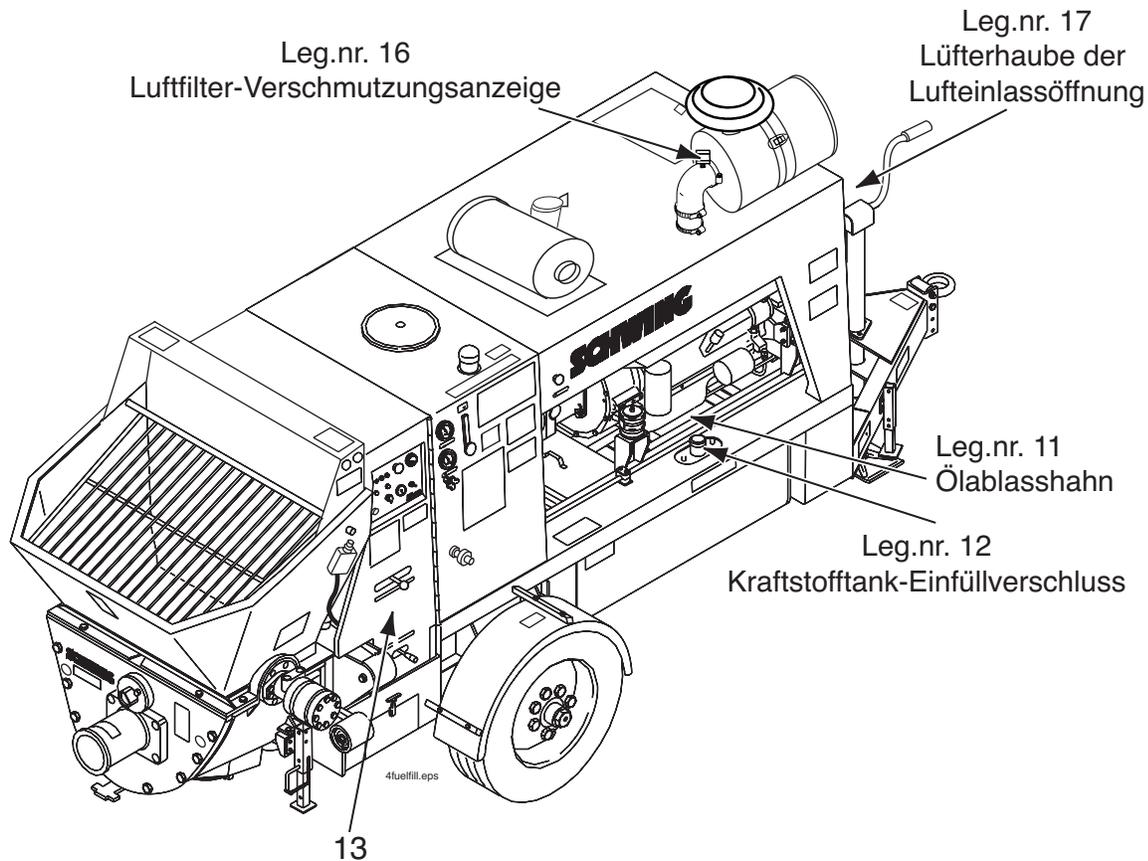
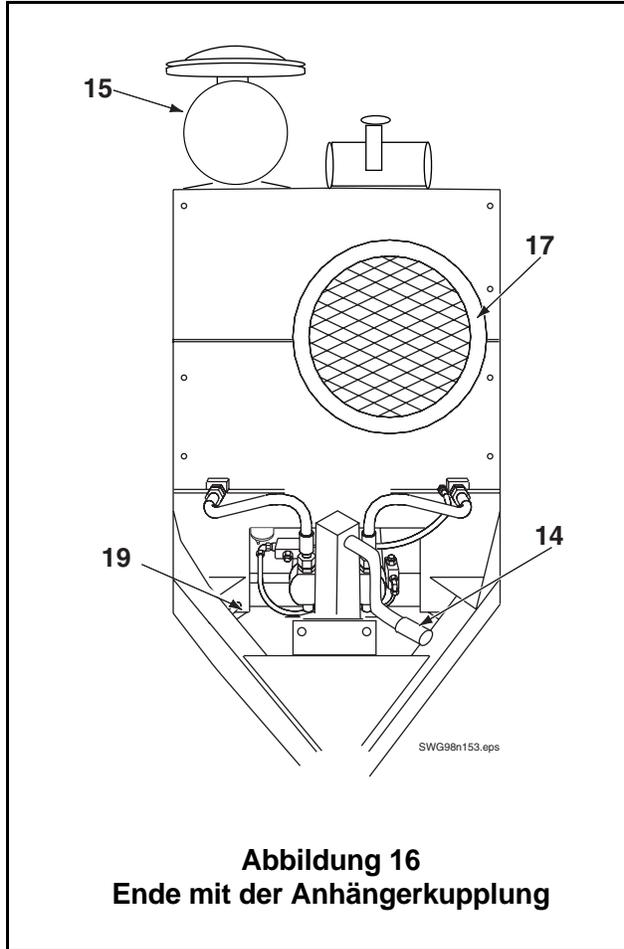

Abbildung 15
Abbildung 16
- Leg.nr. 11. Ölablasshahn des Dieselmotors (Abbildung 15). Zum Ablassen von Öl aus dem Kurbelgehäuse bei der routinemäßigen Wartung.
- Leg.nr. 12. Diesel-Kraftstofftankeinfüllverschluss (Abbildung 15).
- Leg.nr. 13. Vierteldrehungsventil (Abbildung 15). Dieses Ventil verhindert das Umschalten des Rockschiebers (siehe Abbildung 4) und sorgt unter bestimmten Bedingungen für einen Hochdruckzustand.
- Leg.nr. 16. Luftfilter-Verschmutzungsanzeige (Abbildung 15 und Abbildung 19). Zeigt die geminderte Luftzufuhr zum Motor an, was auf einen verschmutzten oder verstopften Filter zurückzuführen ist.
- Leg.nr. 17. Lüfterhaube der Lufteinlassöffnung (Abbildung 15, Abbildung 16 und Abbildung 18) für luftgekühlte Deutz-Dieselmotoren. Diese Öffnung ist von Rückständen und Schmutz freizuhalten. Der Motor würde sonst überhitzen, wenn diese Öffnung blockiert ist.
- Leg.nr. 14. Handkurbel (Abbildung 16). Zum Einstellen des Ausfahrens/Einfahrens der manuellen Aufbockvorrichtung.
- Leg.nr. 15. Luftfilter (Abbildung 16 und Abbildung 19). Reinigt die in den Dieselmotor gesaugte Luft.
- Leg.nr. 19. (Abbildung 16) Diesel-Vorfilter mit Wasserablasshahn (Abbildung 20). Der Filter scheidet Wasser aus dem Dieseldieselkraftstoff ab, während der Ablasshahn zum Ablassen dient. Der Hauptfilter des Tier 3/Com3-Motors ist in (Abbildung 21) dargestellt.